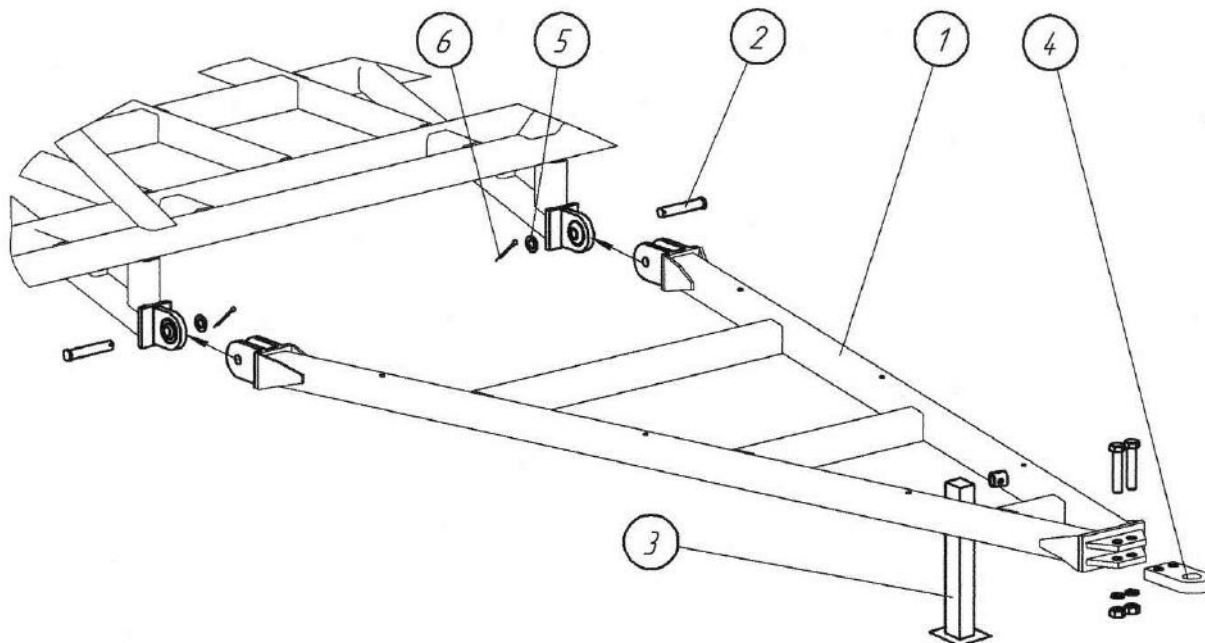

Рис. 4.9.1. Крепление передней сцепки к раме
4.9.1. Закрепите переднюю сцепку 1 на главной раме, установив пальцы 2 (32х130), шайбы 5 и шплинты 6 (6х50) (рис. 4.9.1). Установите опору откидную 3 на сцепку.